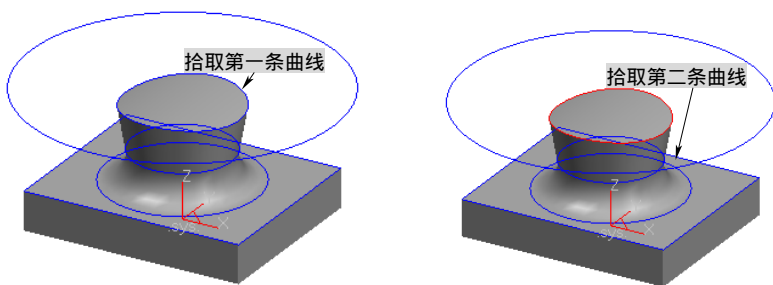

图 8-279 拾取的加工曲线
5) 完成加工参数设置后,单击“确定”按钮,系统在界面的左下方提示“拾取第一条曲线”、“拾取第二条曲线”,直接拾取如图 8-279 所示的两条曲线,并确定搜索链方向一致。系统继续提示“拾取进刀点”,直接拾取曲面边界任意一点即可,并确定“拾取箭头方向”指向实体外面。